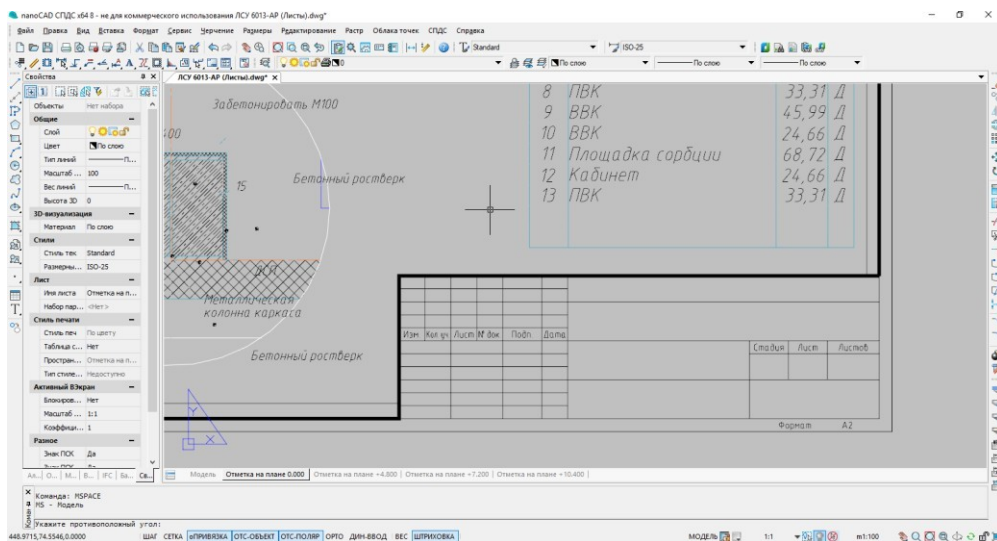

Рис. 1.2.1 Видовой экран листа чертежа
1. Переключаемся во вставленный лист. Двойным щелчком в области листа активируем пространство модели в видовом экране листа. Контур видового экрана выделится черными толстыми линиями (рис.1.2.1).